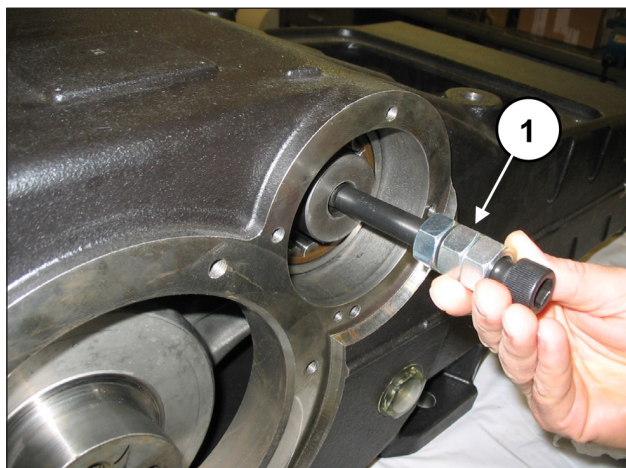

Fig. 57
Per agevolare l'inserimento completo dell'albero PTO all'interno del cuscinetto utilizzare una vite M16 da applicare all'estremità dell'albero da inserire, allo scopo di mantenere sollevato l'albero stesso (pos. ①, Fig. 57).